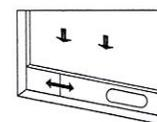

Figure 2
- 1). Entrouvrez la fenêtre, et installez la plaque de fermeture (comme indiqué sur les Figures 2 et 3); la plaque peut être installée à l'horizontale ou à la verticale.